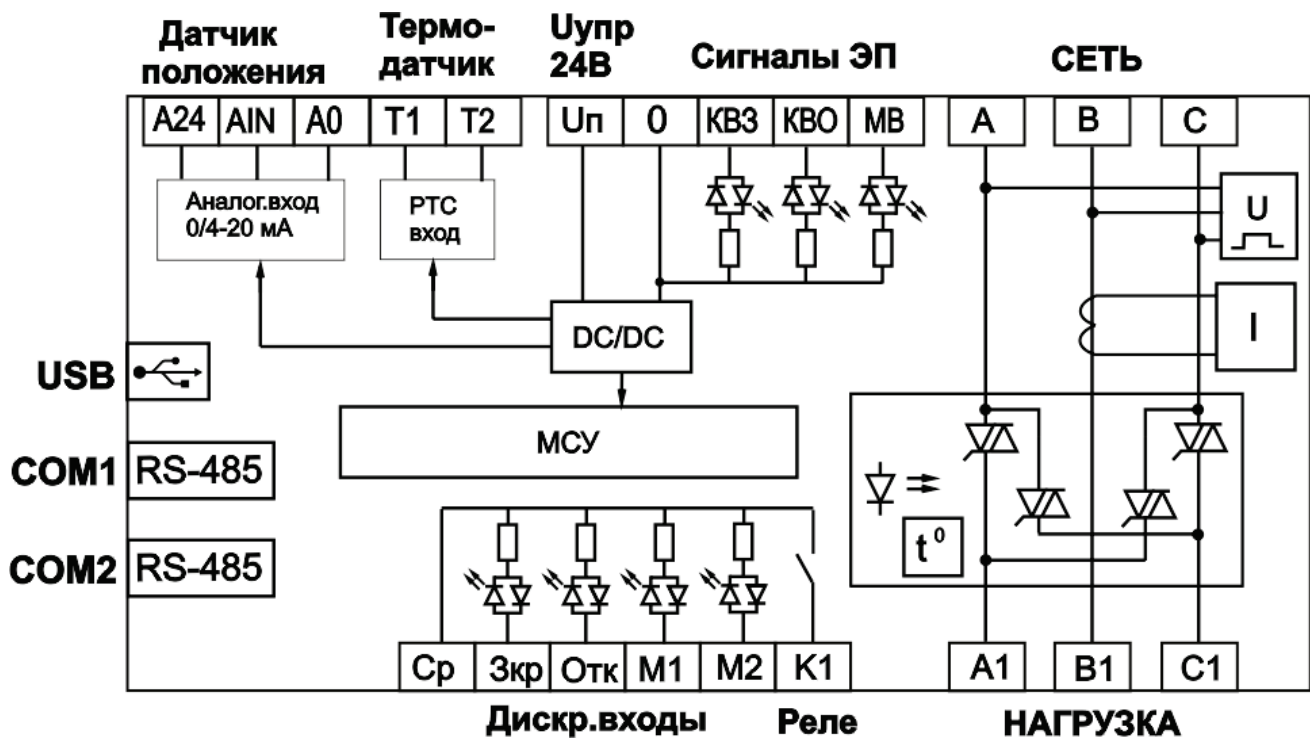

Рисунок 2 – Функциональная схема блока МСТ-350А-С2, МСТ-351А-С2
1.5.6 Функциональная схема блока приведена на рис. 2.